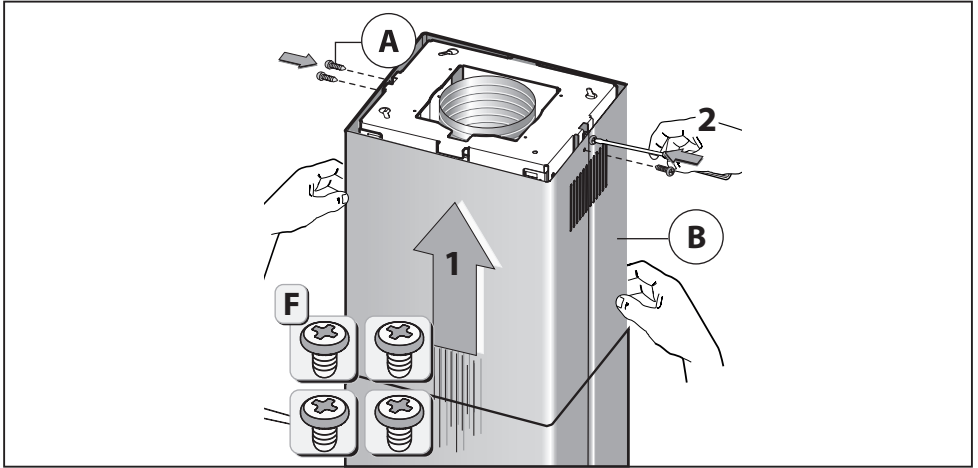

Fig.9
-Prendere il camino decorativo superiore e fissarlo alla struttura mediante le viti **A** (Fig.9). Accoppiare il camino decorativo inferiore con il camino decorativo superiore e fissarlo attentamente con del nastro adesivo **L** (Fig.10A).